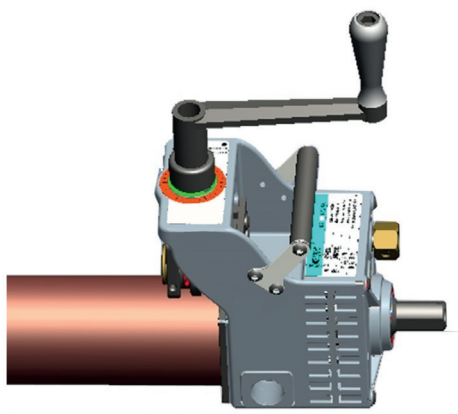

Figura 9
8. Ajuste a profundidade da ranhura rotacionando a porca superior (**Figura 9**). A regulagem de profundidade deve ser realizada aos poucos, conforme abaixo: